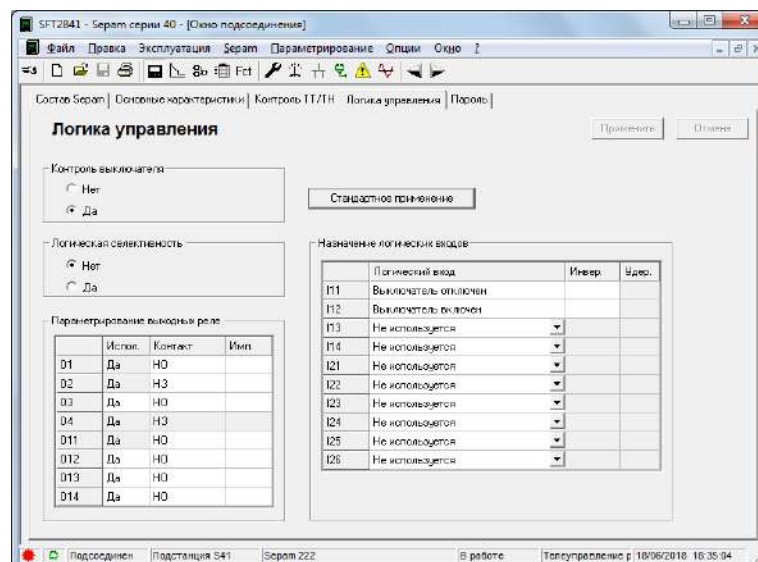

Рисунок 4.6 – Окно «Логика управления»
9. На вкладке «Логика управления» (рис. 4.6) в поле «Параметрирование выходных реле» установить «O12». Испол. – да.